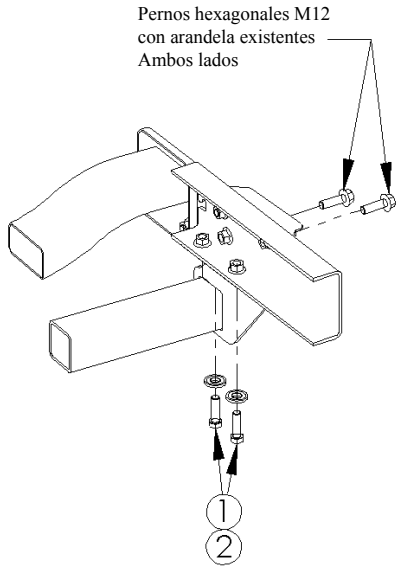

Figura 3
❶	Cant. (4)	Arandela cónica, 1/2"	❸	Cant. (4)	Espaciador
❷	Cant. (4)	Perno hexagonal, M12 x 40 x 1.25
3. Levante el enganche a su posición de manera que los soportes laterales en el enganche queden entre los soportes del parachoques y los largueros del bastidor. Instale los pernos M12 x 1.25 x 40 y arandelas y apriete a mano. Vea la Figura 3.
4. Sin apretar vuelva a instalar los cuatro (4) pernos con arandela que se quitaron en el paso 2. Vea la Figura 3.